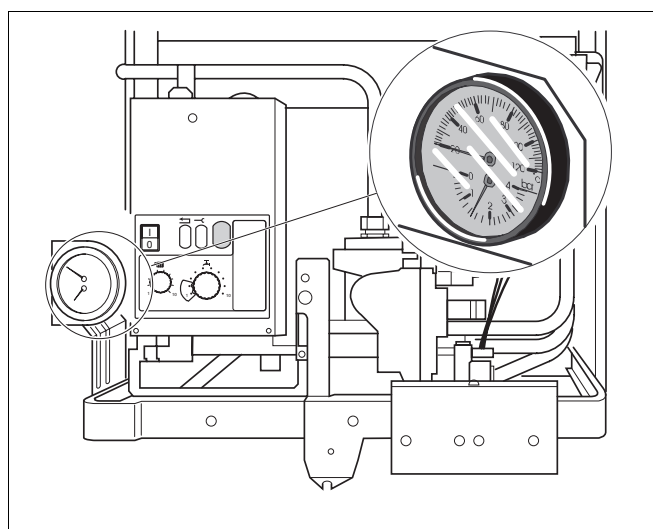

Fig. 15 Indicazione della pressione
- Aprire il rubinetto dell'acqua con cautela e riempire l'impianto fino a una pressione di 1,0 - 1,2 bar (fig. 15).